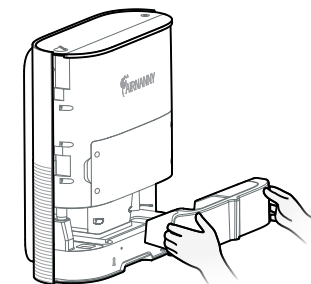

Рис. 23
3. Плавно потяните резервуар на себя (см. рисунок 23);